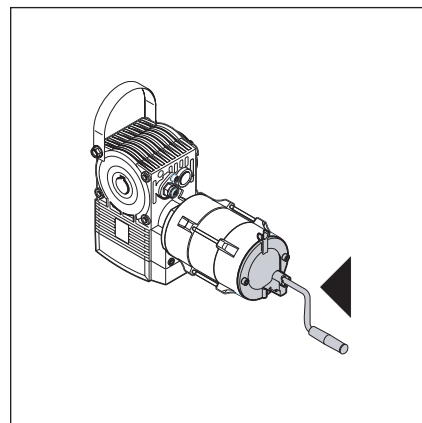

Рис. 8-4: Фланцевый привод с рукояткой для аварийного открывания ворот
- б. Фланцевый привод с рукояткой для аварийного открывания ворот (см. рис. 8-4): установите ворота в нужное положение путем вращения рукоятки.